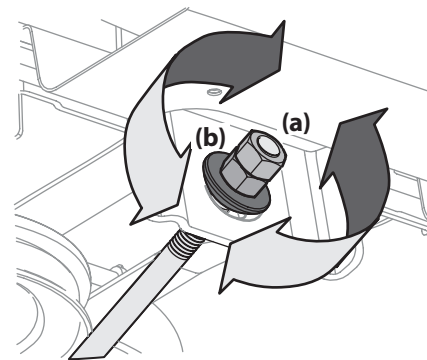

Figure 4-9
5. Pour relever l'avant du plateau de coupe, retirez le capuchon, desserrez l'écrou supérieur (a), puis resserrez l'écrou inférieur (b) (dans le sens horaire). Voir Figure 4-9. Après avoir effectué le réglage, resserrez l'écrou supérieur (a) et replacez le capuchon.
6. Pour baisser l'avant du plateau de coupe, retirez le capuchon, desserrez l'écrou supérieur (a), puis desserrez l'écrou inférieur (b) (dans le sens anti-horaire). Voir Figure 4-9. Après avoir effectué le réglage, resserrez l'écrou supérieur (a) et replacez le capuchon.